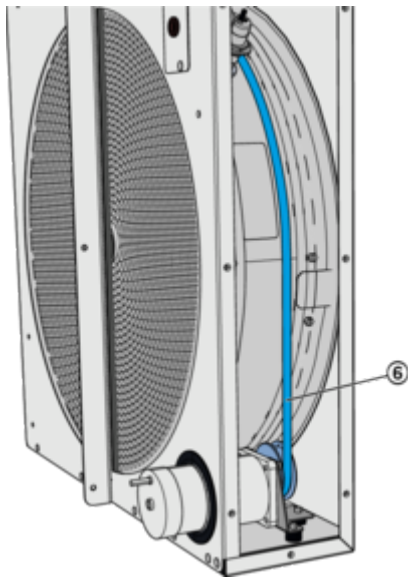

Abb. 46: Rundriemen
7. ▶ Rundriemen (*Abb. 46/6*) prüfen (Riemenspannung / Verschleiß)